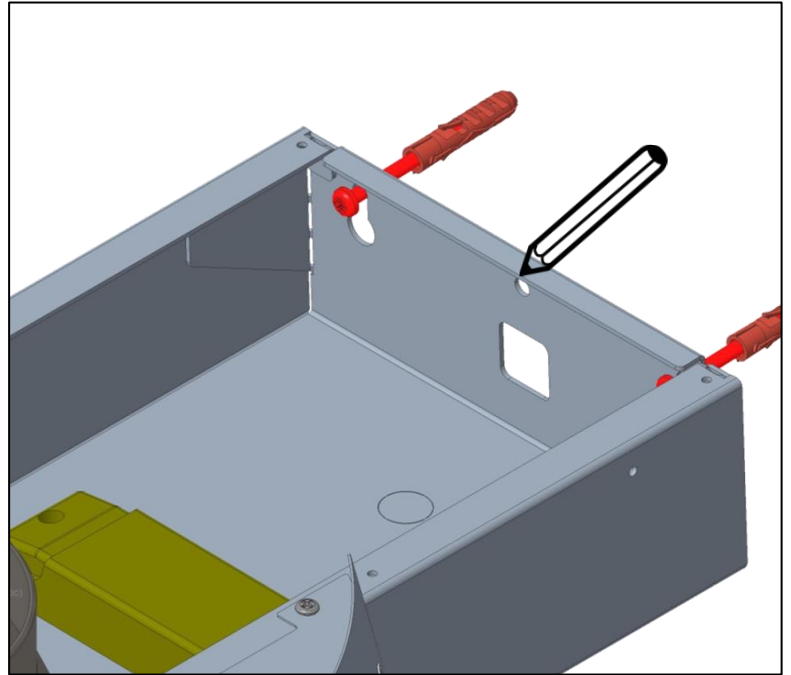

FIG. 4
- Uma vez encontrada a posição correta, marque o ponto referente ao furo de segurança FIG.4;